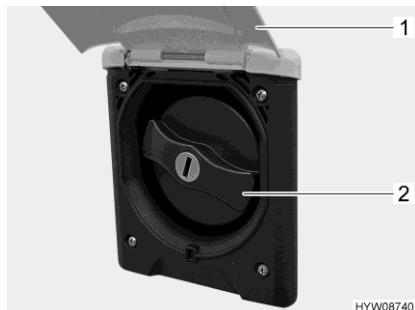

Bild 100 Lock (påfyllningsöppningen för dricksvatten)
- Fäll upp den utvändiga luckan (Bild 100,1).
- Vrid om det blå locket (Bild 100,2) en kvarts varv.